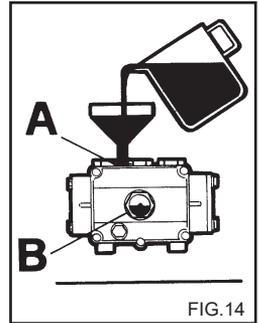

FIG.14
4) Atarraxe a tampa de descarga e introduza o óleo pelo orifício superior (fig. 14) até que alcance o nível indicado no visor (fig. 14).